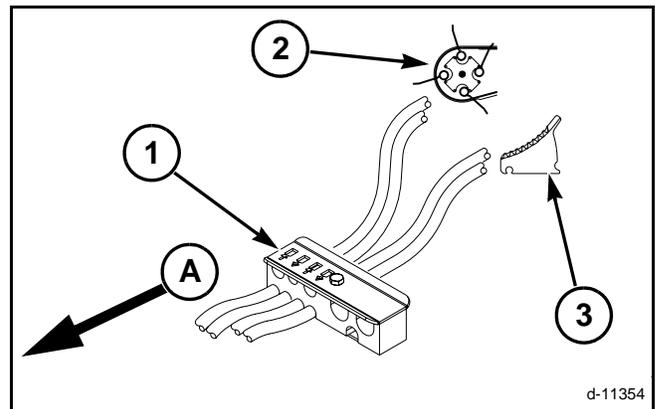

FIG. 21
FIG. 21: Use los símbolos en las placas de identificación (1) como guía para conectar las mangueras. Un juego de mangueras va al levantamiento del recogedor (2). El otro juego de mangueras va al sistema de corte (si tiene) (3). La flecha grande (A) señala hacia la parte delantera.